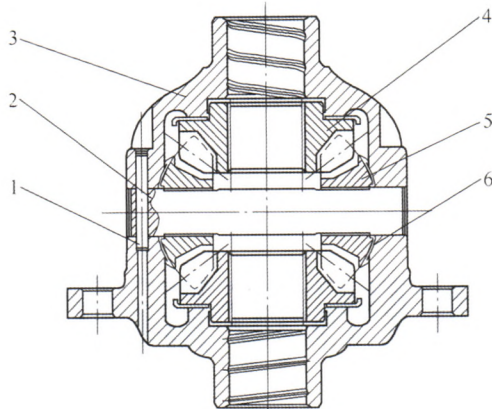

图 4
3) 将轴定位销放于差速器的轴定位销孔上，气动压头将其轴定位销压入其孔内（见图4）。